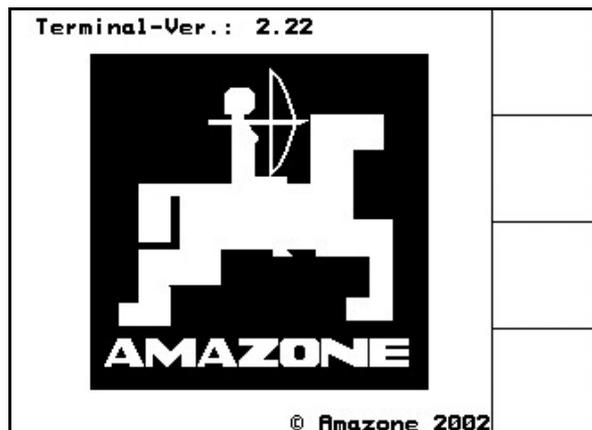

Fig. 94
- Lorsque l'ordinateur machine est connecté, le menu Start s'affiche (Fig. 94) avec la version du terminal (ici Terminal-Ver.: 2.22). Après environ 2 secondes le **AMATRON** + passe automatiquement au menu principal.